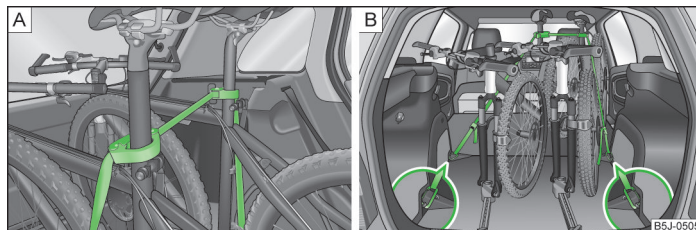

Fig. 59 Asegurar las bicicletas
- Coloque la abrazadera con la pieza de goma hacia delante (en el sentido de la marcha) en la parte más baja posible del soporte del sillín y ciérrela » fig. 59 - **A**.
- Para transportar dos bicicletas, tense la correa » fig. 59 - **A** entre los sillines separando las bicicletas.
- Enganche el mosquetón en los extremos de la correa en las argollas de sujeción detrás de los asientos traseros » fig. 59 - **B**.